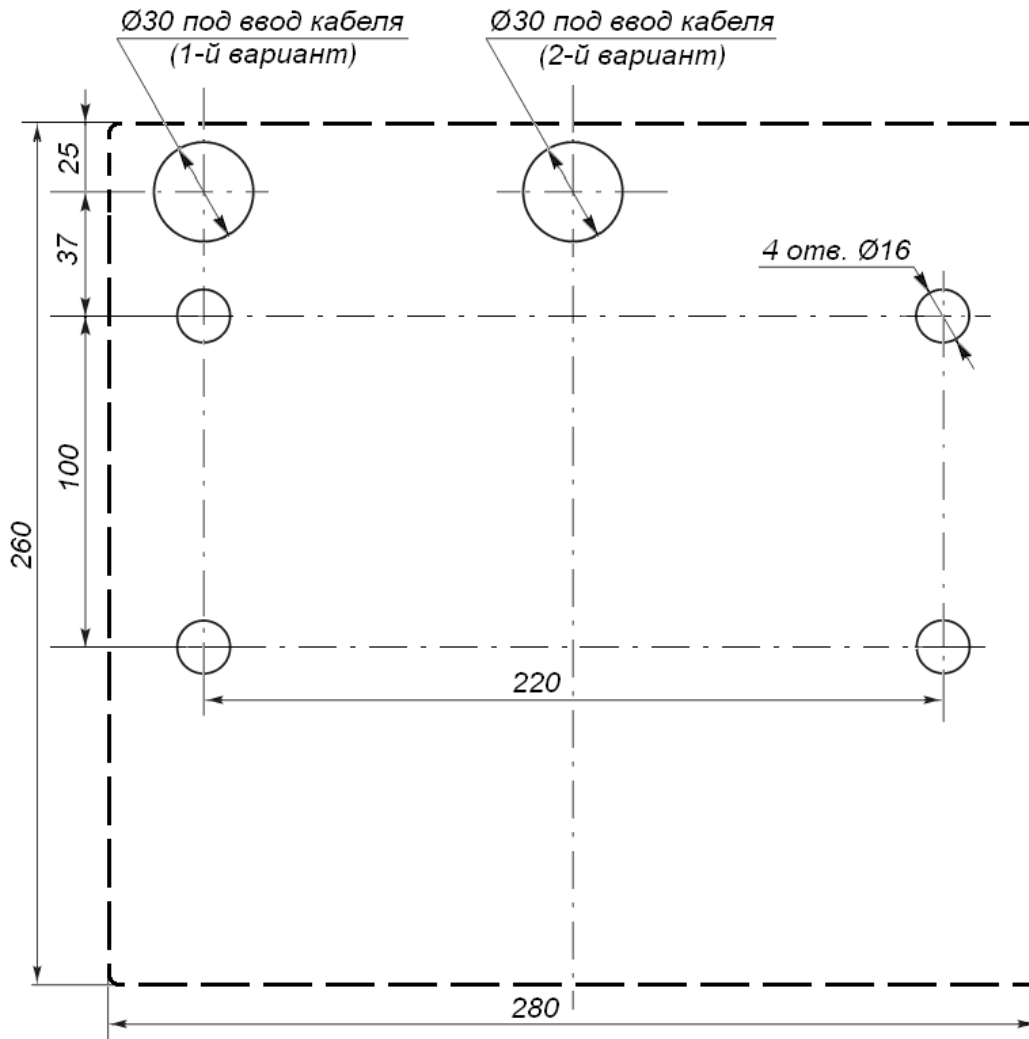

Рисунок 11. Разметка отверстий для крепления турникета и ввода кабелей¹
2. Подготовьте в полу отверстия под гильзы анкеров (12) для крепления стойки турникета (см. рис. 11) и кабельные каналы согласно планировке проходной. При необходимости прокладки кабелей под поверхностью пола подготовьте в полу кабельный канал, подходящий к отверстиям для ввода этих кабелей в стойку турникета (вариант 1 или 2 на рис. 11).